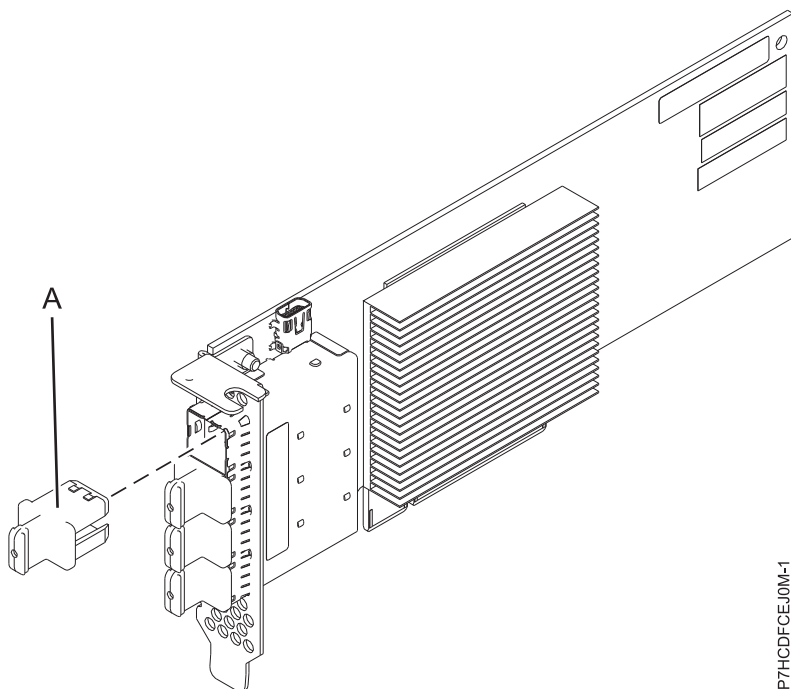

図 22. PCIe3 LP 4 x8 SAS ポート・アダプター
PCIe3 LP 4 x8 SASポート・アダプターは、PCI Express (PCIe)、第 3 世代、RAID SAS アダプターで、ロー・プロファイル、ショート・フォーム・ファクター・アダプターです。このアダプターは、高性能で高密度のシリアル接続 SCSI (SAS) アプリケーションに使用されます。これは、4 つの mini SAS 高密度 (HD) x4 コネクタを使用して SAS DVD または SAS テープの接続をサポートするため、これにより、物理リンクをさまざまな狭幅ポート構成および広幅ポート構成で使えるようになります。SAS テープの接続は、単一アダプター構成でのみサポートされ、同じアダプター上で SAS ディスクと混用することはできません。アダプターは、書き込みキャッシュを備えていません。70 ページの図 22 は、PCIe3 LP 4 x8 SASポート・アダプターを示しています。
70 ページの図 22 はアダプターを示しています。コネクタ・プラグ (A) は、空白ポートに取り付けて、隣接したポート・コネクタのケーブルが差し込まれたり取り外されたりした場合のそのポートの損傷を防ぎます。